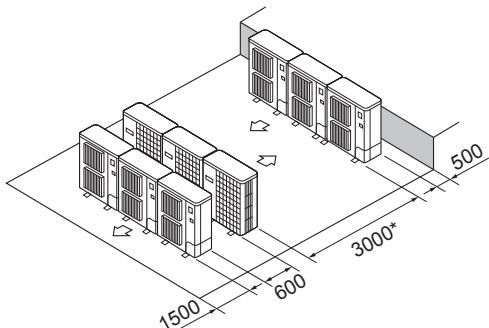

Fig. 2-14
⑥ Πολλαπλή παράλληλη διάταξη μονάδων (Fig. 2-14)